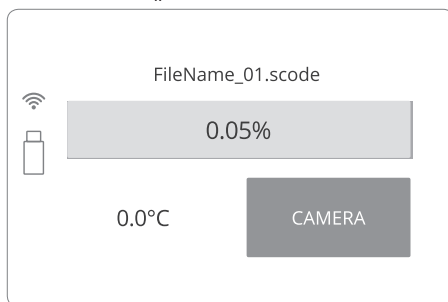

Abbildung 31. Hauptbildschirm beim Drucken.
- verbleibende Zeit des Lasersinterns (Abbildung 31).
2. Ein Klick auf die Schaltfläche „CAMERA“ („KAMERA“) aktiviert die Ansicht der eingebauten Kamera, die 10 Sekunden lang angezeigt wird. Danach kehrt die Anzeige zum Hauptbildschirm zurück (Abbildung 31).